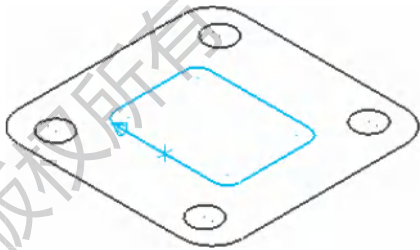

图 10-39 选择加工边界
1) 选择【刀路】/【2D】/【挖槽】命令，在绘图区选取长方形如图 10-39 所示，作为加工范围边界线，并执行确定操作。